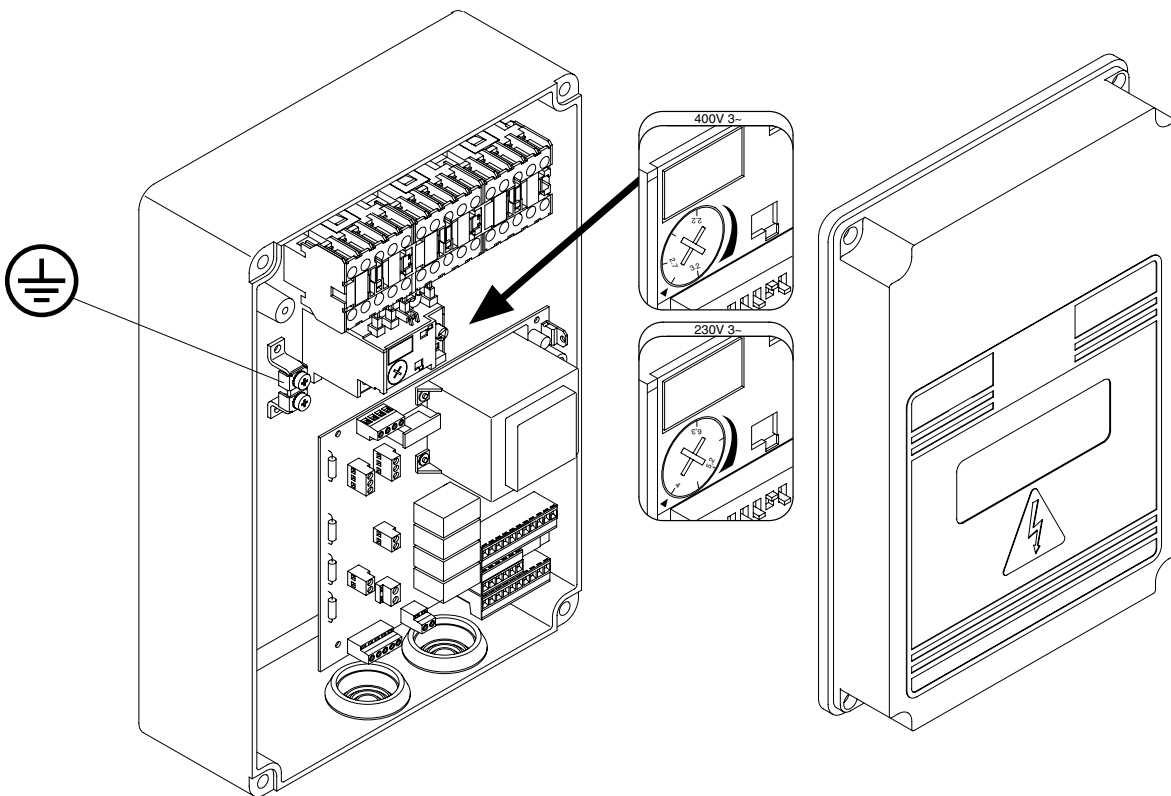

Fig. 23
- Das Warnschild anbringen (Fig.23).